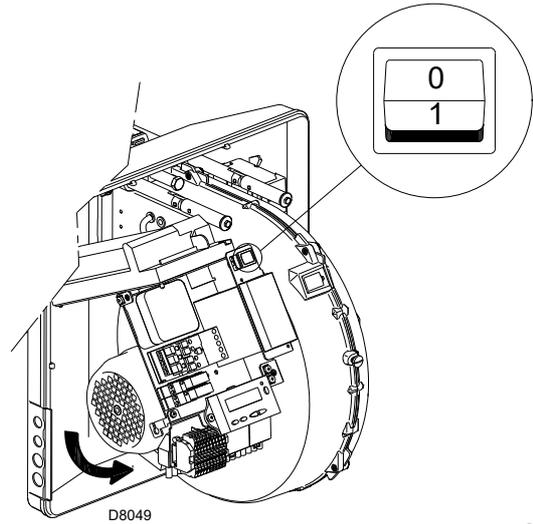

Abb. 29
Schließen Sie die Thermostate/Druckwächter und bringen Sie den Schalter in Abb. 29 in Position "1".
Stellen Sie sich, sobald der Brenner startet, vor dem Kühlgebläse des Gebläsemotors auf und prüfen Sie, ob sich dieses entgegen dem Uhrzeigersinn dreht. Siehe Abb. 29.
- Stellen Sie den Schalter von Abb. 29 in Position "0" und warten Sie ab, dass das Steuergerät die Abschaltphase ausführt;
Der Brenner befindet sich im Wartestatus bei Wärmeanfrage oder der Wahlschalter "0-1" (Abb. 29 auf Seite 30) steht auf Position "0".